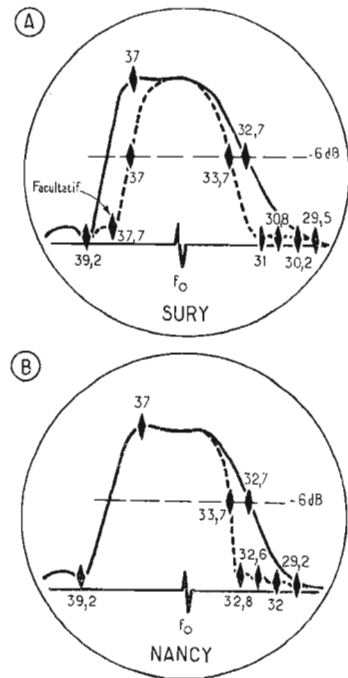

Fig. 6. — Montage utilisant des circuits Trappes série
- Courbe A : courbe de réponse FI normale (Fig. 6) ;